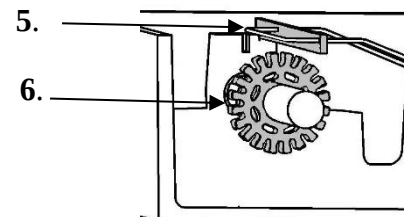

Fig. 3
Let op! (Zie fig. 3). De messing strip (5) is vanaf de fabriek in ontkoppelde positie geplaatst. De Wandelmoeren (6) worden niet bedient.
Attention! (See fig. 3) The guide lever (5) is standard in an open position. The cam wheels (6) are disconnected.
Achtung! (Siehe Bild 3) Die Führungsleiste (5) ist ab Werk geöffnet. Die Schalträder (6) sind entkoppelt.
Attention! (fig. 3) A départ d'usine, la plaque (5) est ouvrir. Les roues (6) ne sont pas enclenché.